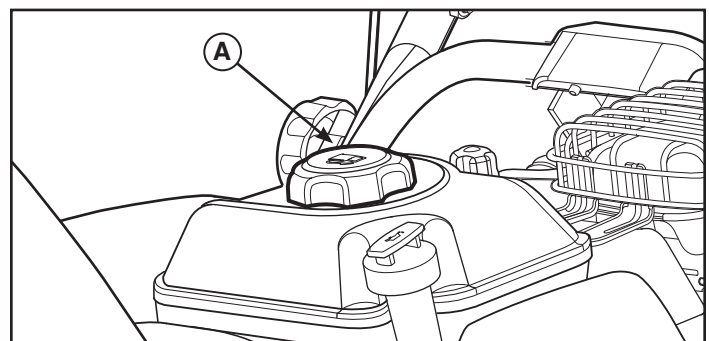

Figure 4
1. Nettoyez la zone autour du bouchon de réservoir en enlevant toute la poussière et les débris. Retirez le bouchon du réservoir (**A**, Figure 4).